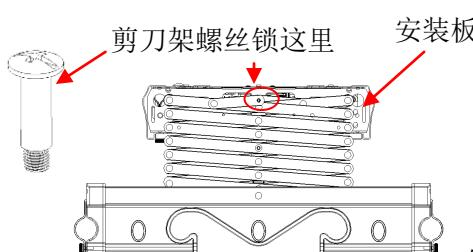
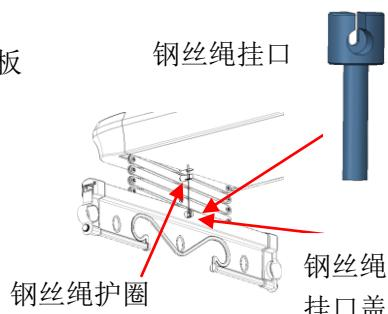

图 5
图 6
7、安装剪刀架：先将剪刀架一端滚轮滑进安装板滑槽内，移动剪刀架，滑向另一端，确保剪刀两端滑轮都在安装板滑槽内，用剪刀架螺钉锁住短剪刀片（如图 5 所示），将钢丝绳卡头穿过钢丝绳护圈套进钢丝绳挂口内（如图 6 所示），套上钢丝绳挂口盖（如图 6 所示），剪掉剪刀组扎带。以同样的步骤安装好另一侧剪刀架。